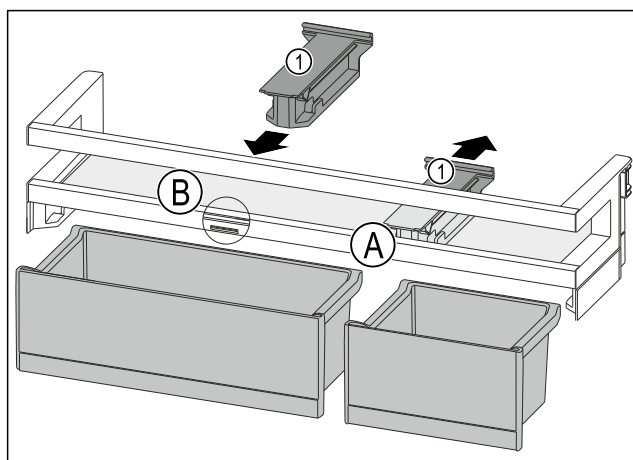

Fig. 171
- ▶ Tirare l'elemento di tenuta Fig. 171 (1) all'indietro per portarlo in posizione Fig. 171 (A).
- ▶ Inserire l'elemento di tenuta Fig. 171 (1) in posizione Fig. 171 (B).